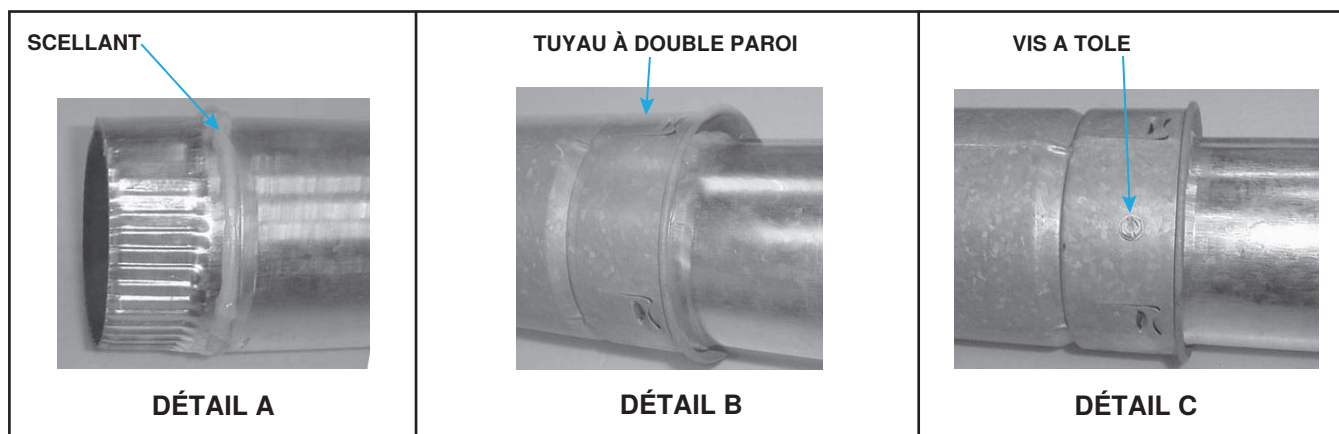

Figure 12. Raccordement d'un tuyau à double paroi (type B) à un tuyau d'évent à paroi simple ou de catégorie III
- a. Appliquez un cordon de silicone de 1/4 pouce (6.35 mm) sur la circonférence du tuyau à simple paroi ou du tuyau de catégorie III (voir **Figure 12**, DÉTAIL A).
- b. Effectuez l'étape 2 immédiatement après l'étape 1. Insérez le tuyau à simple paroi avec silicone dans la paroi intérieure du tuyau à double paroi de manière que le cordon de silicone soit en contact avec la paroi intérieure et scelle le joint (voir **Figure 12**, DÉTAIL B).
- c. Percez trois petits trous à intervalles égaux autour du tuyau à double paroi, au-dessous de l'anneau de scellant. Fixez le joint au moyen de vis à tôle de 3/4 pouce (19.05 mm) de longueur. Ne serrez pas les vis plus qu'il ne faut (voir **Figure 12**, DÉTAIL C).